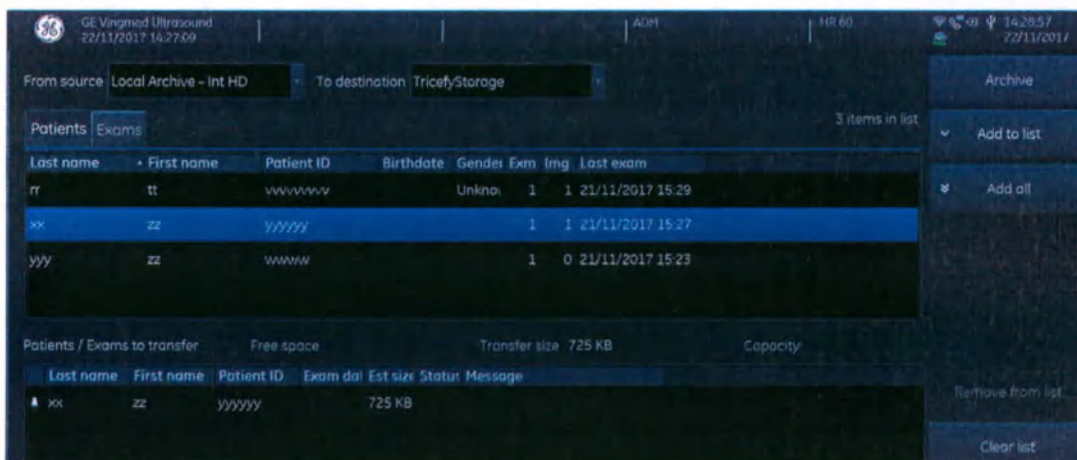

Рис. 10-77. Экран передачи данных
- Нажмите кнопку «Copy» (Копировать) (см. Рис. 10-77). Данные исследования будут отправлены на веб-сайт Tricefy (https://tricefy4.com/users/sign_in).